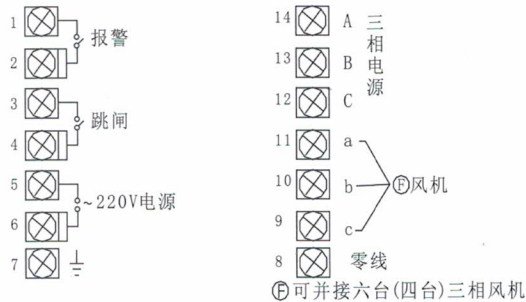
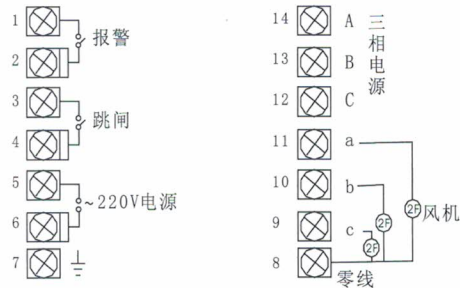

图6.1
图6.2
- 6.2 开关输出型后板：当不开风机时，9、12两端不通，10、13两端不通。11、14两端不通；当开风机时，上述三组端口接通。用户按图6.1、图6.2接法可分别控制380V风机和220V风机。